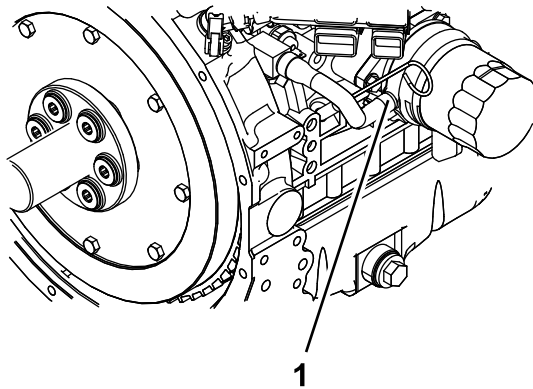

Figura 57
6. Retire la manguera de refrigerante del enfriador de aceite y vacíe el refrigerante del bloque motor (**Figura 57**).